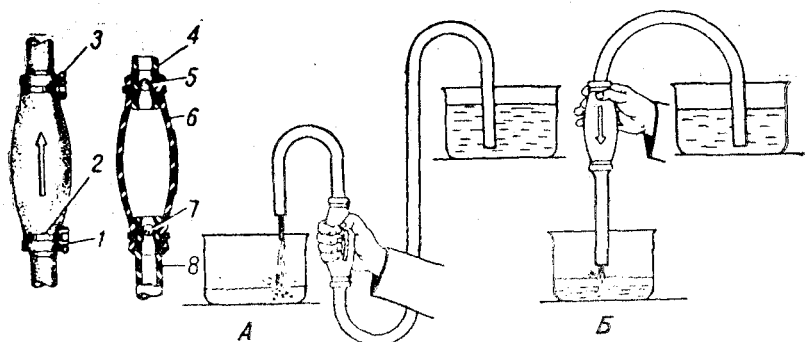

Рис. 82. Насос для переливания бензина:
Для переливания или перекачивания бензина с помощью насоса (рис. 82) следует:
2. Привести насос в действие нажатиями баллона рукой и отпусканьем (рис. 82А).
3. Как только бензин потечет, перевернуть баллон острием стрелки вниз. Нажатия на баллон прекратить, и бензин потечет самотеком (рис. 82Б).